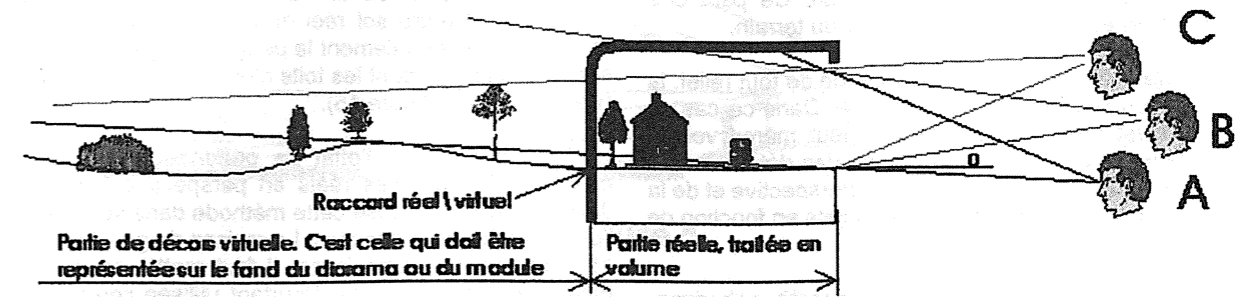
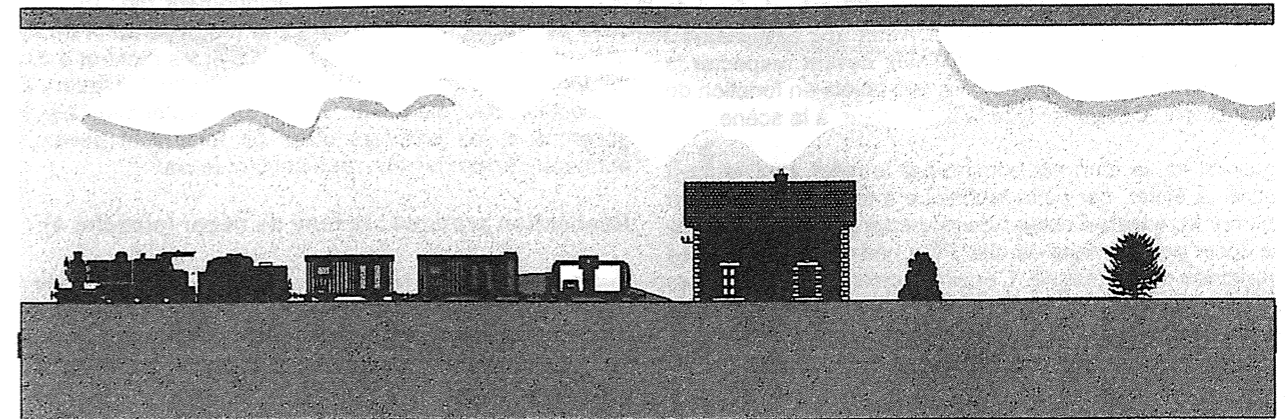
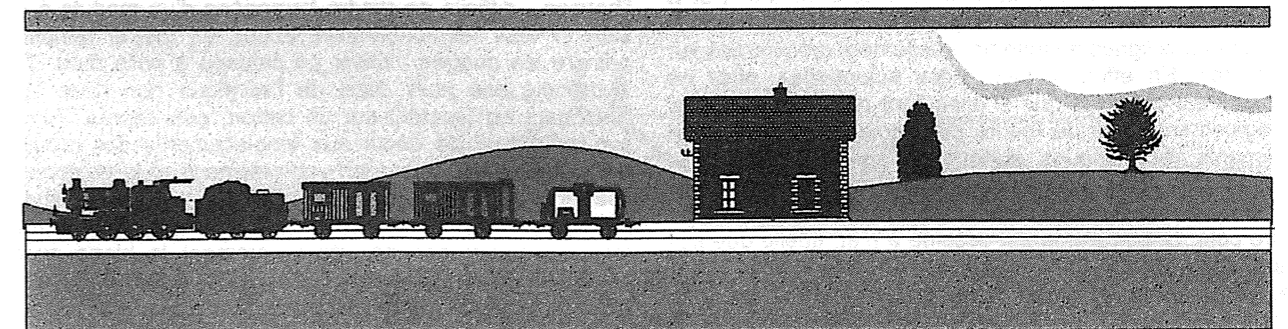
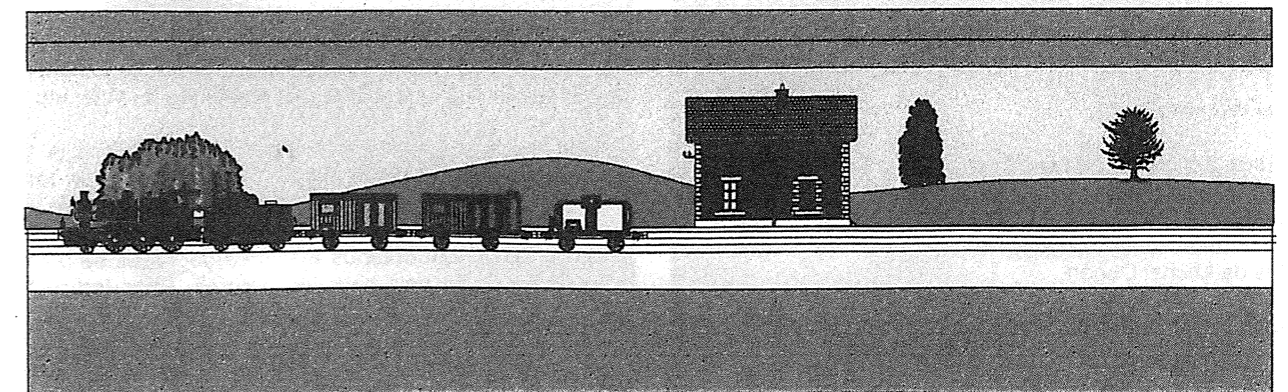

Figure 1
Figure 2
Figure 3
Figure 4
A) (Figure 2) : Œil en dessous du niveau (niveau A sur figure 1). La vision la plus défavorable. Les détails de premier plan sont escamotés par le bandeau. Le "plafond" du module est visible, et même les rampes d'éclairage.
B) (Figure 3) : Œil au niveau de l'horizon (niveau B sur figure 1). La vision la meilleure.
C) (Figure 4) : Diorama en contrebas (niveau C sur figure 1). Bonne vision de l'ensemble, mais également de tout ce qui se trouve en arrière plan. L'horizon est visible très loin.
Le décor de la partie réelle sera traité en volume, et en principe à l'échelle. Néanmoins, dans certains cas, des artifices permettent de renforcer l'effet de profondeur. Nous en reparlerons plus tard. La partie virtuelle sera, elle, représentée sur un support plat. Entre les deux, il faut un raccord. De même, il faut raccorder le fond et le ciel. Dans ce cas, l'arrondi semble le plus efficace. (Figure 1) Le raccordement inférieur sera traité avec le fond de décor.